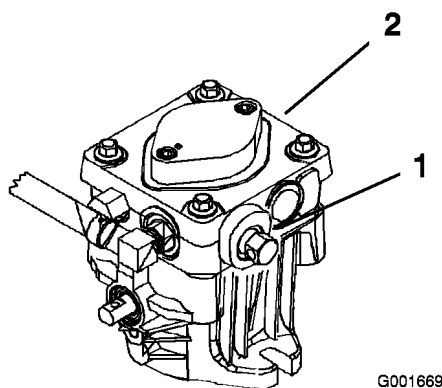

Figura 28
2. Gire las válvulas de desvío una vuelta en el sentido contrario a las agujas del reloj para empujar la máquina. Esto permite que el aceite hidráulico se desvíe alrededor de la bomba, dejando que las ruedas giren (Figura 28).
Gire las válvulas de desvío una vuelta en el sentido de las agujas del reloj para conducir la máquina (Figura 28).